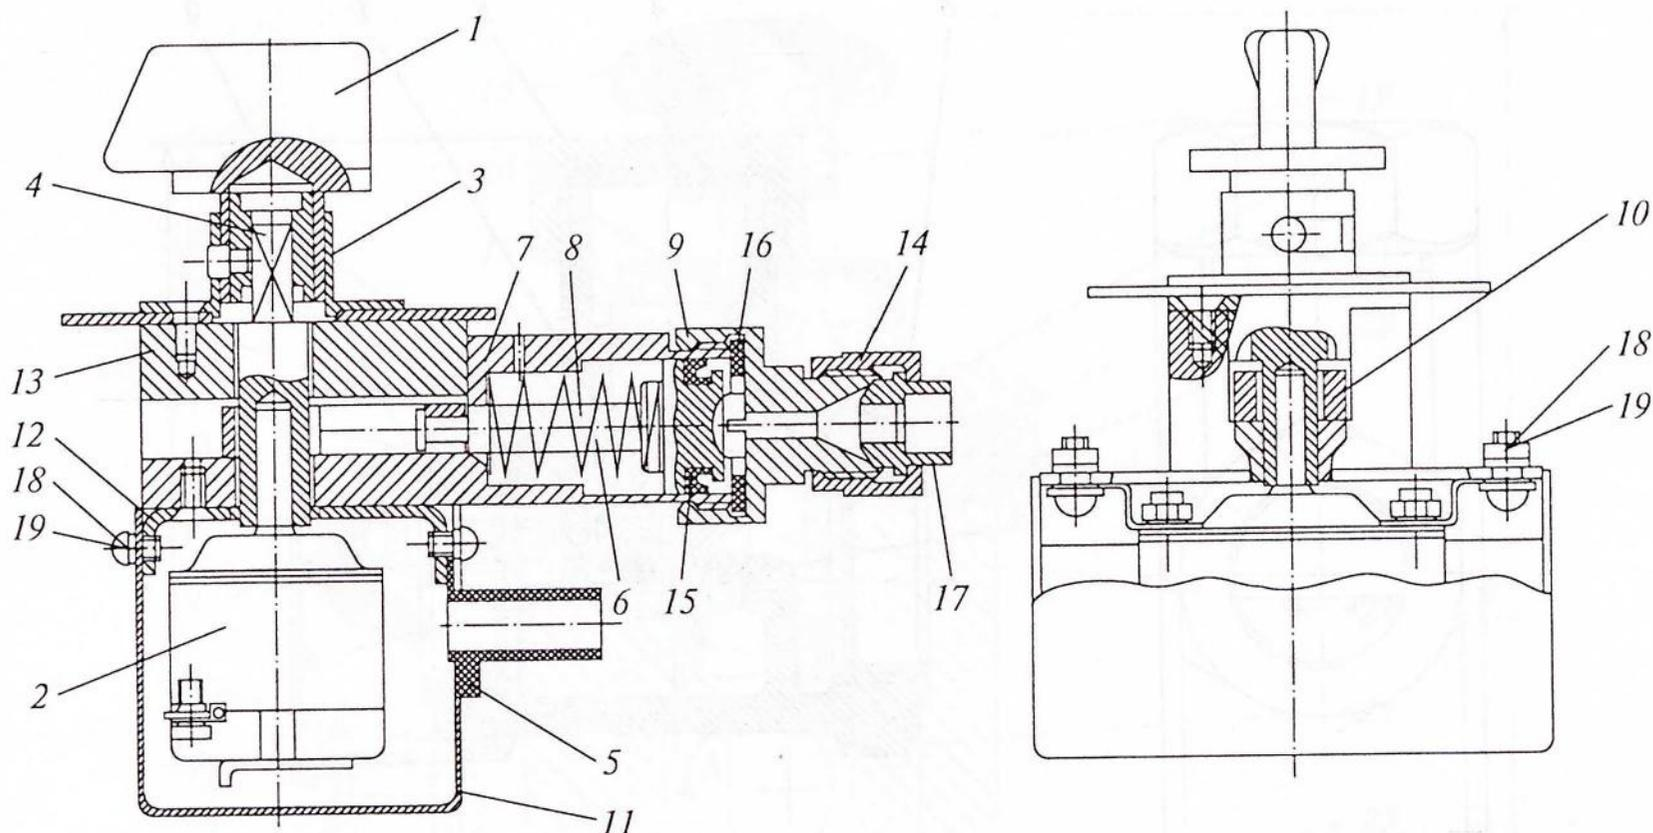

Рис. 5.9. Выключатель цепей управления:
2. Поврежден пакетный выключатель 2 (рис. 5.9)	Исправить или заменить пакетный выключатель 2